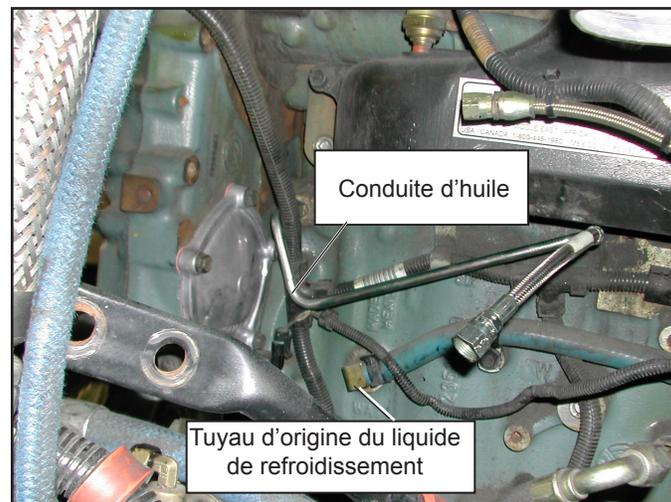
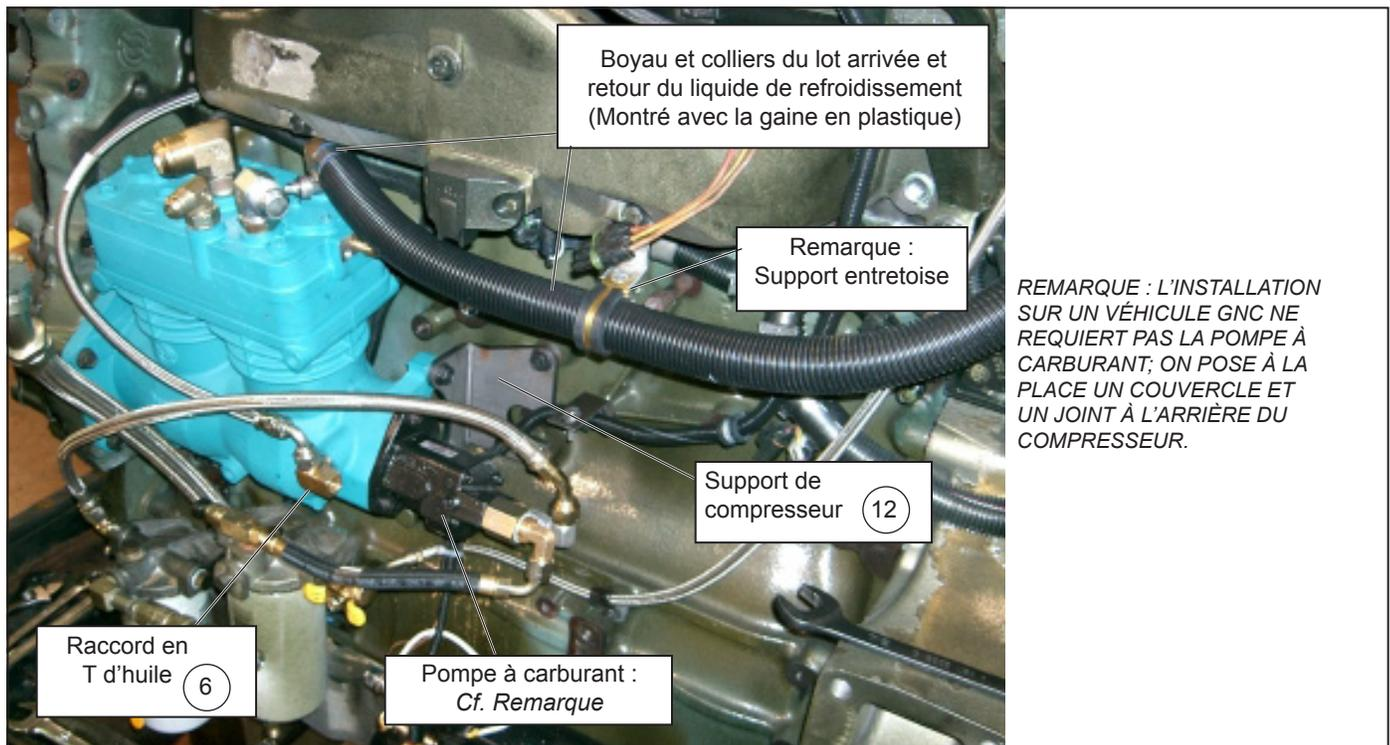
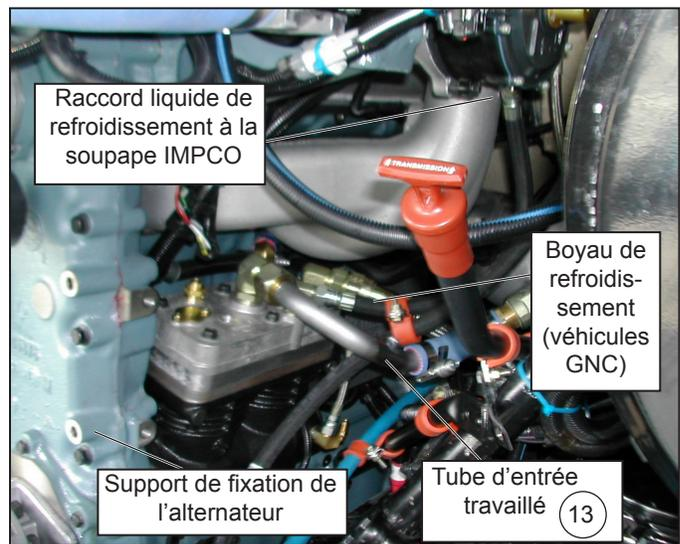
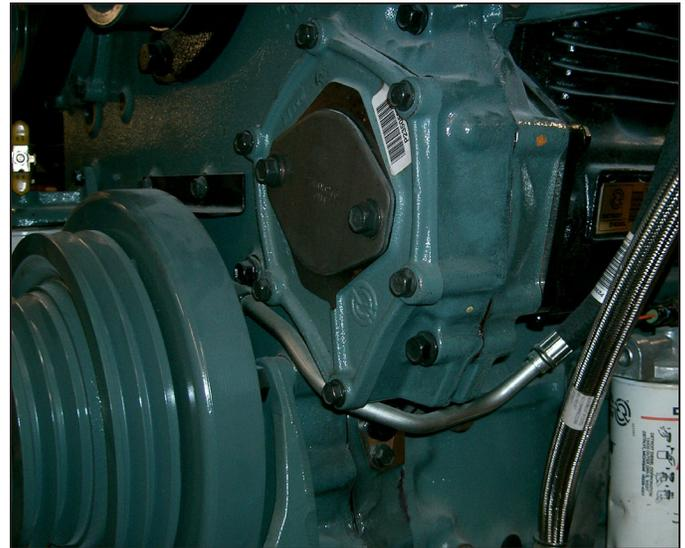

Figure 1 – Compartiment moteur après dépose du compresseur
Figure 3 – Montre le support de fixation, le trajet du liquide de refroidissement et la pompe à carburant
Figure 6 – Vue du compartiment moteur (GNC)
Figure 8 – Trajet du liquide de refroidissement (moteurs diesel)
2. Le nouveau compresseur étant plus gros que celui d'origine, il faut adapter la conduite d'huile à la nouvelle installation par une modification de son angle de coudage (environ 150° au lieu de 90°); procéder avec soin. (Cf. Figure 1.) On pourra ainsi réutiliser la conduite dans la nouvelle installation. Remplacer cependant une conduite abîmée, fissurée, etc.
3. **MOTEURS, SÉRIE 50 :** Débrancher le tuyau et le raccord d'origine de refroidissement du bloc-moteur (cf. Figure 1). Le bouchon de tuyau (7) est alors placé sur le bloc-moteur. Le fonctionnement du compresseur Bendix® BA-922® exige une pression plus élevée du liquide de refroidissement. En conséquence, il faut diriger un nouveau tuyau de refroidissement vers le carter du refroidisseur d'huile.
Cf. Figure 3, installation type.
19. Le boyau en silicone (¾ po diam. int.) du liquide de refroidissement, dans le lot 5016661, se raccorde à l'entrée de refroidissement du compresseur. Cf. Figure 3. Le boyau part du raccord du compresseur, contourne l'arrière du moteur et arrive au carter du refroidisseur d'huile du moteur. Envelopper le boyau dans une gaine en plastique, puis l'attacher avec les colliers de serrage à tension constante fournis, de manière à éviter le frottement et le contact avec les pièces mobiles ou très chaudes du moteur.
Il est important d'éviter un frottement ou des points de pincement éventuels lorsqu'on dirige le boyau de refroidissement autour du moteur. La Figure 3 montre une disposition type d'un boyau de refroidissement attaché à bon escient. Tenir compte des dégagements requis autour des composants du véhicule montés parfois à l'arrière du moteur lorsqu'on détermine le trajet du boyau. Des supports entretoises et des brides en P seront parfois nécessaires.
MOTEURS GNC : Poser le raccord fourni [3/8 po NPT - JIC n° 8] (10), sur la SOUPAPE IMPCO (cf. Figure 6). L'autre extrémité du boyau se raccorde à la sortie du liquide de refroidissement du compresseur (1) (cf. Figure 1). Le boyau fourni a 18 po de longueur (45 cm) et comporte un raccord JIC n° 8 à chaque extrémité.
MOTEURS DIESEL : Poser la conduite de retour du liquide de refroidissement (DDC réf. 23526867) sur le raccord du compresseur d'air (1), (cf. Figure 1), la faire passer devant le moteur vers l'entrée de la pompe à eau. La Figure 8 montre le trajet type d'une conduite de retour du liquide de refroidissement : du compresseur d'air, elle passe devant le moteur, vers l'orifice d'entrée de la pompe à eau.
23. Poser le tube travaillé (5) d'entrée d'air 1,0 po diam. ext. (25 mm) sur le raccord d'aspiration du compresseur (3). Cf. l'orientation dans la Figure 6. Le tuyau se raccorde ensuite au tube, puis au coude no 16 (n° 3 dans la Figure 3). Choisir un tuyau d'entrée résistant aux hydrocarbures de 1,0 po diam. int. (25 mm). Utiliser un tuyau blindé capable de supporter des températures de 200 °C, en matériau solide résistant au pliage et que les forces à l'entrée du compresseur ne pourront écraser.
Cf. à la Figure 6 l'emplacement du boulon inférieur dans le support de fixation (**REMARQUE : Le boulon est très souvent de couleur verte**). **Placer sous la tête du boulon la rondelle durcie épaisse de 1/8 po, diamètre 7/16 po, fournie dans ce lot**, pour éloigner la tige du boulon de la culasse du BA-922®. Serrer au couple de serrage recommandé par le constructeur du véhicule.
Cf. le montage type dans la Figure 6.